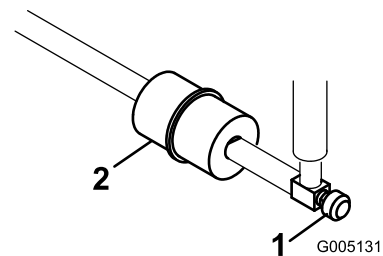

Figure 44
Le filtre à carburant en ligne se trouve dans la conduite d'alimentation, entre le réservoir de carburant et le carburateur (Figure 44).
- Fermez le robinet d'arrivée de carburant (Figure 44).
- Placez un bac de vidange sous le filtre, desserrez le collier sur le côté carburateur du filtre, et débranchez la conduite de carburant du filtre (Figure 44).
- Desserrez l'autre collier et déposez le filtre (Figure 44).